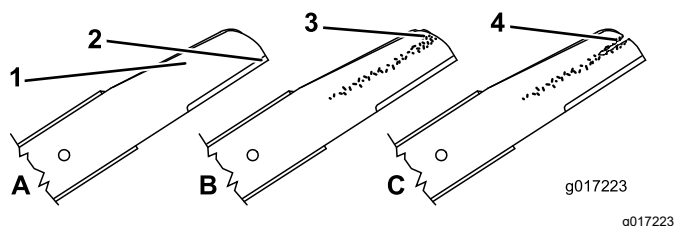

Figura 38
1. Inspeccione los filos de corte (Figura 38). Si los filos de corte no están afilados o tienen muescas, retire las cuchillas y haga que las afilen o cámbielas.
2. Inspeccione las cuchillas, especialmente la parte curva (Figura 38). Si observa cualquier daño o desgaste, o la formación de una ranura en esta zona, cambie la cuchilla inmediatamente por una cuchilla nueva.